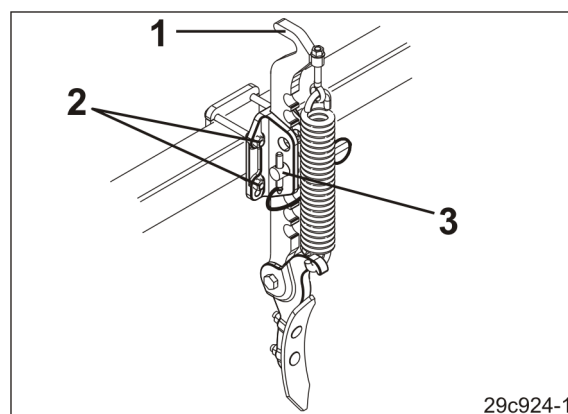

Fig. 184
1. Țineți ferm afănătorul de urmă a roții tractorului de mâner (Fig. 184/1).
2. Desfaceți șuruburile (Fig. 184/2) și reglați afănătorul de urmă a roții de tractorului.
3. Strângeți ferm șuruburile (Fig. 184/2).
2. Desfaceți bolțurile (Fig. 184/3) și reglați pe verticală afănătorul de urmă a roții tractorului.
3. După efectuarea reglajului asigurați bolțul (Fig. 184/3) cu șplintul.